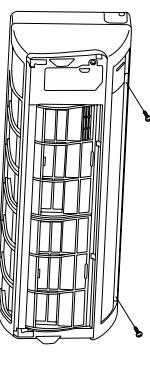

Fig. 3-12
- (2) Extraiga los 2 tornillos. (Fig. 3-12)
- (2) Asegúrese de que la rejilla y el bastidor se encuentren bien fijados mediante la conexión de las lengüetas.
- (3) Fije la rejilla con los 2 tornillos anteriormente extraídos. (Fig. 3-12)